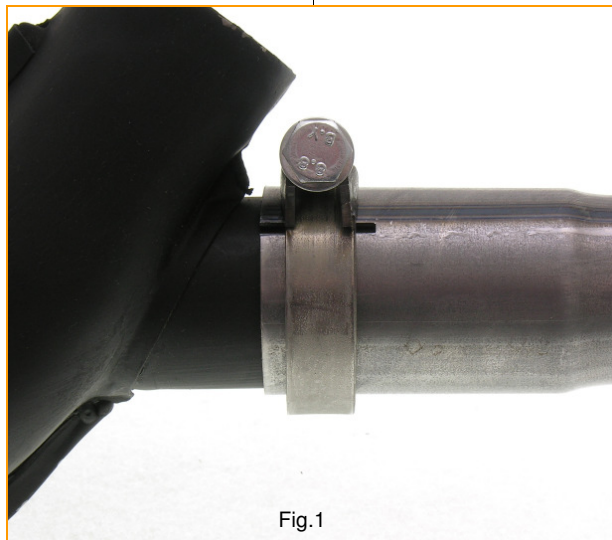

Fig.1
- The heat exchanger and header are joined with 41mm bandclamps. (Fig.1)
- Sind alle Teile miteinander verbunden und ausgerichtet, können alle Schrauben und Muttern gleichmäßig mit 20 Nm angezogen werden. Wärmetauscher und Krümmer werden mit den 41 mm Bandschellen verschraubt. (Fig.1)